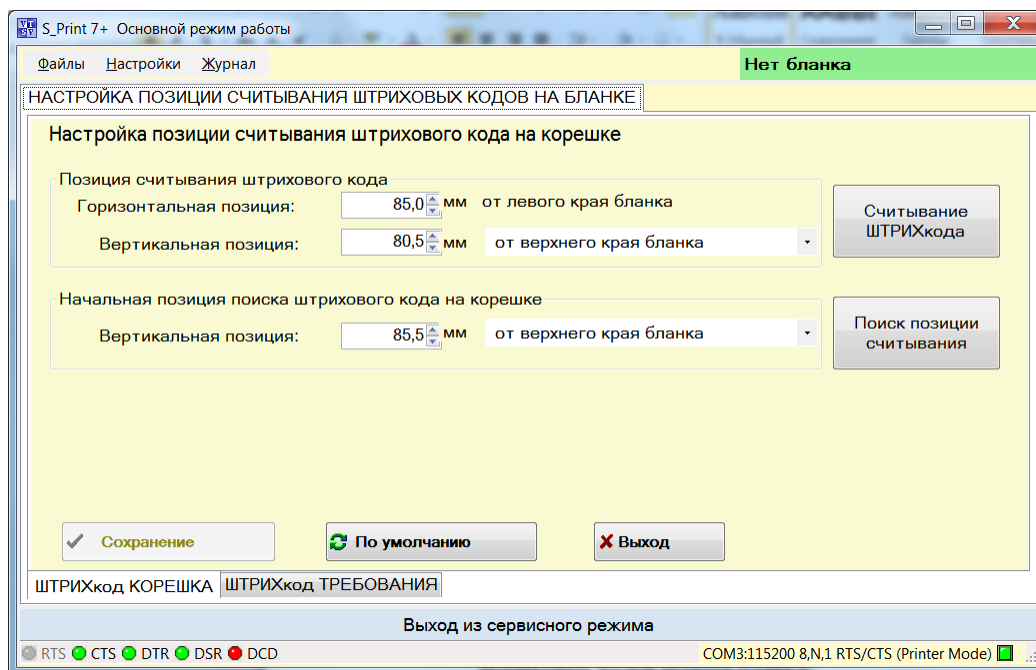

Рисунок 7 Настройка позиции считывания штрихового кода
- **Настройка позиции считывания** - При выборе этого пункта открывается окно, позволяющее настраивать и контролировать позиции считывания штриховых кодов номера бланка. Смотри рисунок 7.